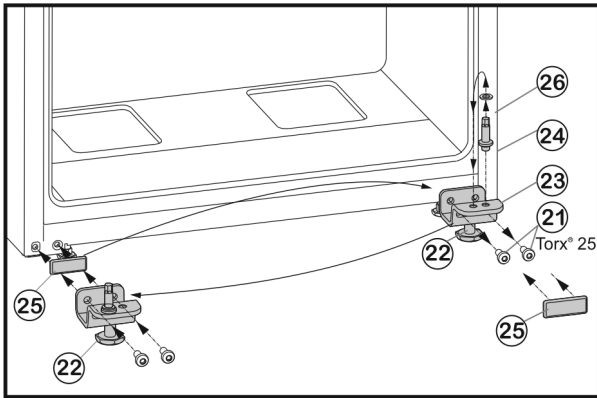

Fig. 8
- ▶ Открутите крепежные винты Fig. 8 (21).
- ▶ Снимите нижний опорный кронштейн Fig. 8 (23) вместе с опорным пальцем Fig. 8 (24), шайбой Fig. 8 (26) и регулируемой опорой Fig. 8 (22).
- ▶ Открутите опорный палец Fig. 8 (24) вместе с шайбой Fig. 8 (26) и, переставив в отверстие на противоположной стороне опорного кронштейна, снова прикрутите.
- ▶ Аккуратно снимите защитную пластину Fig. 8 (25) и переставьте ее на противоположную сторону.
- ▶ Прикрутите нижний опорный кронштейн Fig. 8 (23) вместе с опорным пальцем Fig. 8 (24), шайбой Fig. 8 (26) и регулируемой опорой Fig. 8 (22) с новой стороны шарнира (с моментом 4 Нм), при необходимости используйте аккумуляторный шурупверт.
- ▶ Установите дверь сверху на опорный палец Fig. 8 (24).
- ▶ Выверните регулирующую опору Fig. 8 (22) на нижнем опорном кронштейне Fig. 8 (23) до ее соприкосновения с полом.